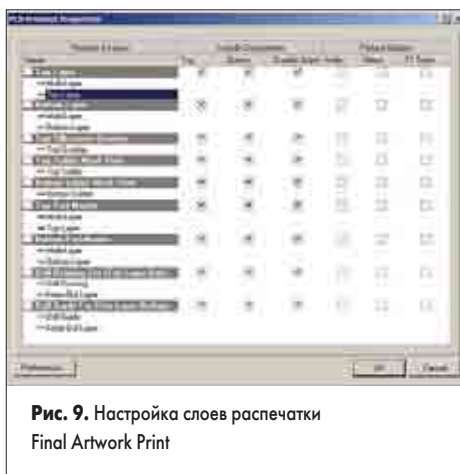

Рис. 9. Настройка слоев распечатки Final Artwork Print
- Выполним щелчок правой кнопкой мыши и в появившемся контекстном меню выберем команду Configuration. Откроется уже знакомое нам окно PCB Printout Properties с настройками слоев данной распечатки (рис. 9). В качестве упражнения добавим к первому листу содержимое слоя Mechanical 1, содержащего стандартную форматку A4.